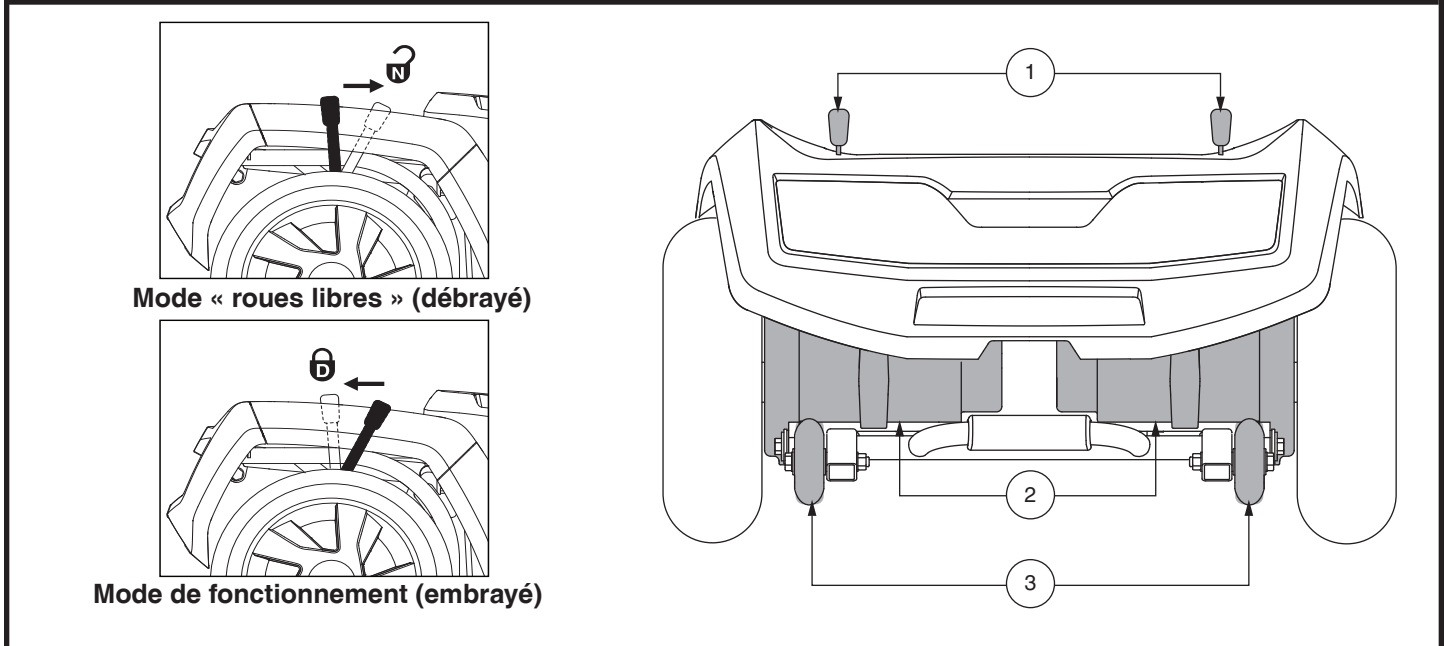
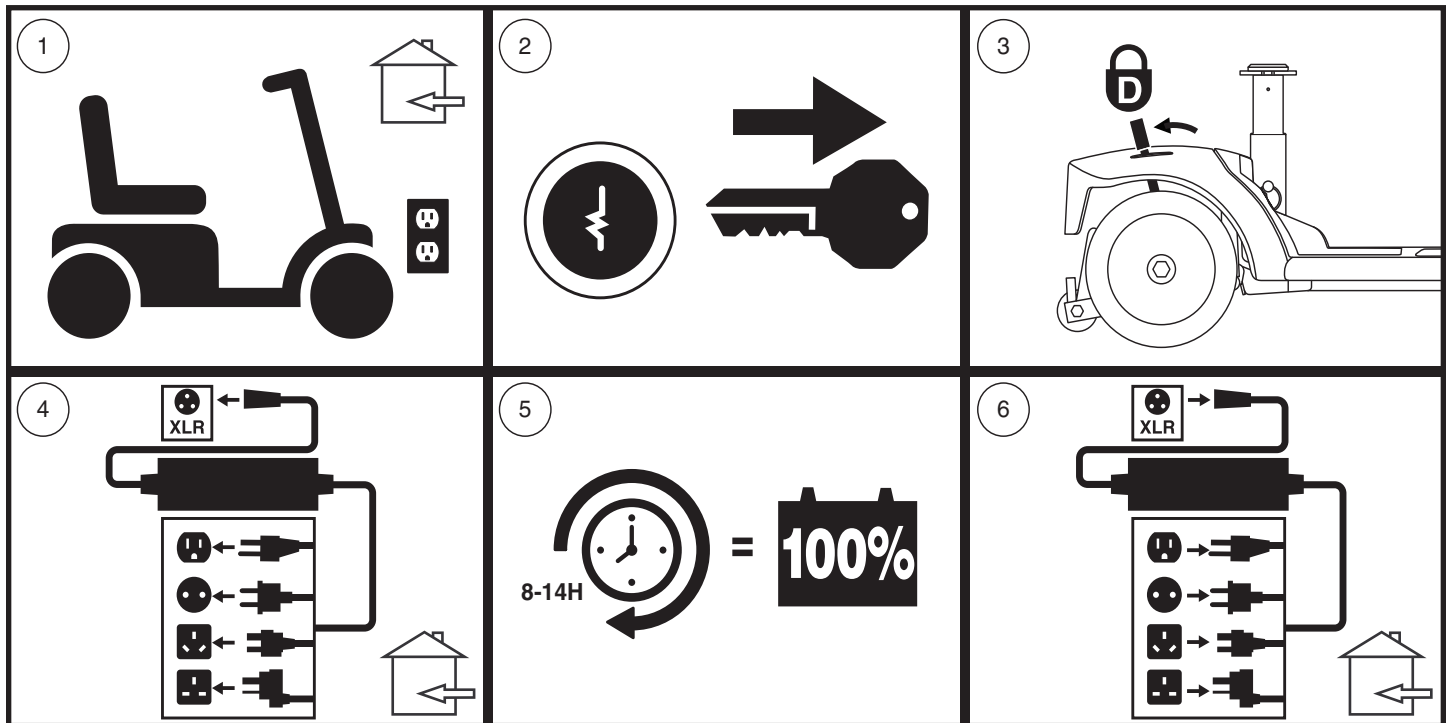

Figure 7. Section arrière - 710ZT
Figure 12. Recharge des batteries schéma des procédures
Votre Scooter est équipé de deux leviers d'embrayage manuel « pour passer au neutre » un sur chaque moteur. Ces leviers vous permettent de débrayer les moteurs de la boîte de vitesse, afin de pouvoir manoeuvrer votre scooter manuellement. Voir la figure 7.
1. Trouvez les leviers sur la section arrière de la Scooter. Voir la figure 7.
**NOTE:** Pour le modèle 710ZT, les leviers de roue libre manuels fonctionnent dans la direction opposée (voir figure 7); par conséquent, pour l'étape 3 de la figure 12, les leviers doivent être poussés vers l'avant pour engager le mode de conduite.